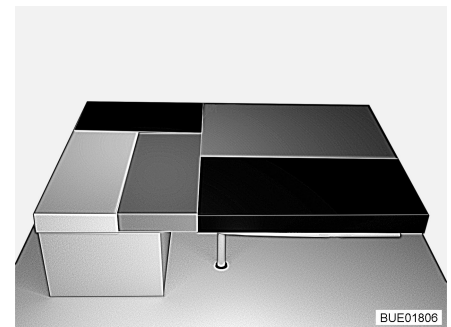

Bild 119 Nach dem Umbau
- Das schmale Zusatzpolster auf die Bettverbreiterung an der Längssitzbank legen (siehe Bild 119).